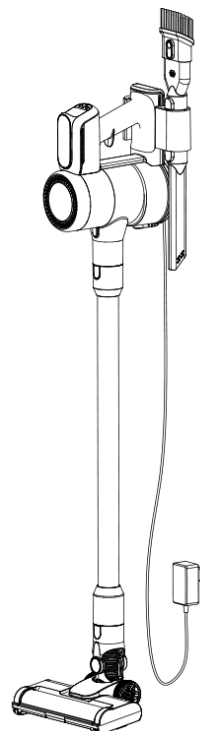

Fig 3.
3. Prvo izvadite jedan kraj valjka četke (Figure 3).